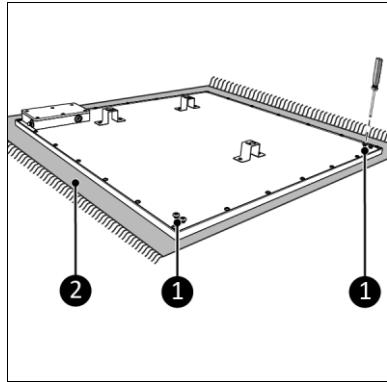

Abbildung 5
1. Legen Sie das Gerät auf eine stabile weiche Oberfläche (Abbildung 5, Pos. 2).
2. Entfernen Sie die Schrauben (Abbildung 5, Pos. 1).